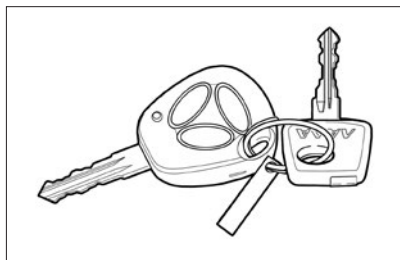
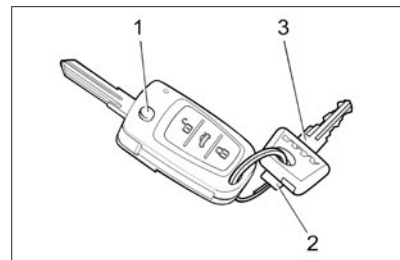

Рис. 1. Ключи для автомобиля
Рис. 2. Ключи для автомобиля
К автомобилю прилагаются два ключа зажигания. **В вариантном исполнении** один – с пультом дистанционного управления 1 (рис. 1), другой – с красной вставкой на торце.
Ключ с красной вставкой на торце 3 (рис. 1) совмещает в себе следующие функции:
**В вариантном исполнении** к автомобилю прилагается ключ с пультом дистанционного управления 1 (рис. 2) с выкидным лезвием ключа. В исходном состоянии лезвие ключа складывается в пульт. В сложенном состоянии пульт удобно носить в кармане, сумке и т.п. Для запуска двигателя лезвие ключа нужно выдвинуть нажатием на кнопку 1 выброса/складывания лезвия ключа.
Другой ключ, с красной вставкой на торце 3 (рис. 2), совмещает в себе функции:
Номер кода ключа нанесен на бирке 2 (рис. 1, рис. 2).